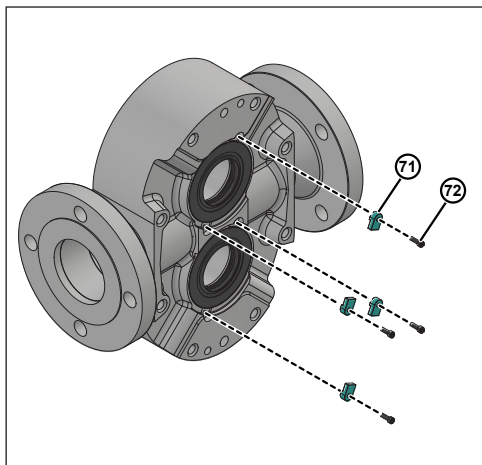

Figure 112 - Dépose des vis et de la languette de retenue
1. Retirez tous les boulons (72) et les languettes de retenue (71) du corps de pompe, comme illustré à la figure 112. Cette opération s'applique au modèle 006-130.